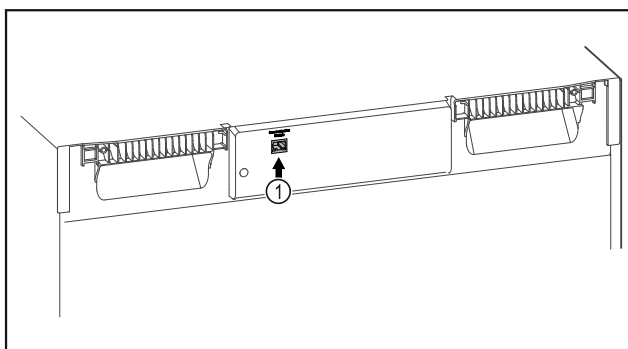

Fig. 111
- SmartModule Fig. 111 (1) is geplaatst.